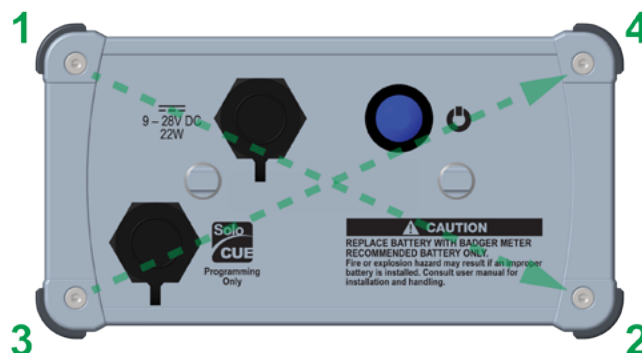

Abbildung 25: Reihenfolge für die Wiedereinsetzung der Schrauben
- b. Setzen Sie die vier Schrauben in der in Abbildung 25 gezeigten Reihenfolge wieder ein und ziehen Sie sie leicht an. Ziehen Sie sie beim ersten Durchgang mit einem Drehmoment von 0,22 Nm fest. Ziehen Sie die Schrauben beim letzten Durchgang mit einem Drehmoment von 0,30 bis 0,35 Nm an. Achten Sie darauf, die Schrauben nicht zu verkanten oder zu fest anzuziehen.